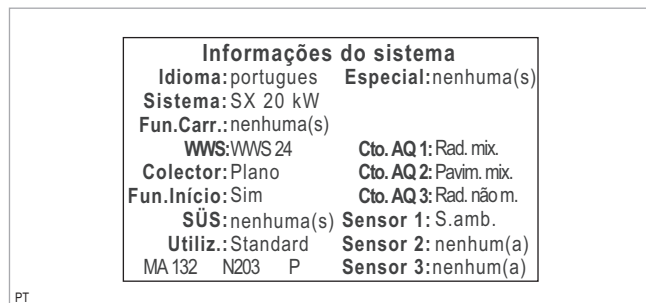

Fig. 29: O menu "Informações do sistema"
1. No menu „**INFORMAÇÕES DO SISTEMA**“ (ver → fig. 29, pág. 14), introduzir os parâmetros de ajuste no protocolo de → *inicialização do manual de instruções para o instalador* (H36/L35/L36/P31/P33).
Numa lista são apresentados todos os componentes da instalação inicializados (ver → fig. 29, pág. 14).